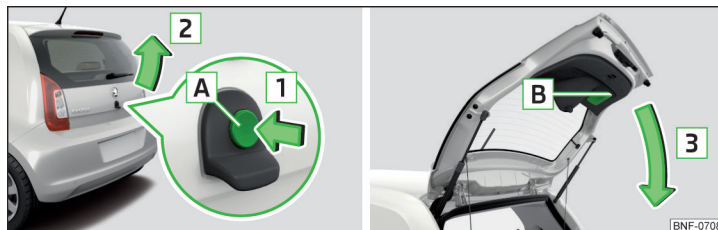

Fig. 34 Åbning/lukning af bagklap
Knappen **A** » Fig. 34 på side 40 deaktiveres ved igangsætning eller fra en hastighed på mere end 5 km/h. Når du standser og åbner en dør, aktiveres knappen igen.
- » For at **åbne** skal du trykke på knappen **A** i pilens retning **1** » Fig. 34.